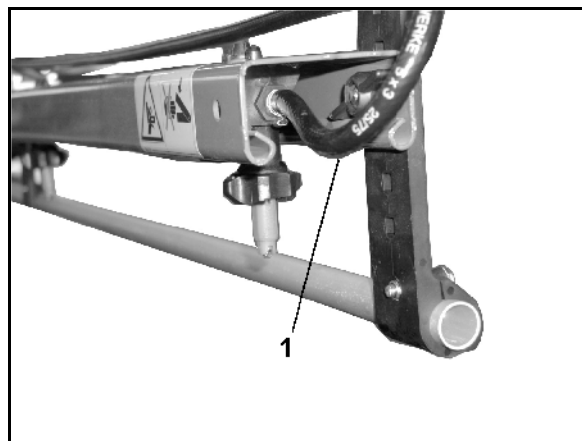

Рис. 105
- во включенном состоянии обеспечивает постоянную циркуляцию жидкости в распределительном трубопроводе. Для этого за каждой секцией закреплен специальный шланг для подсоединения к промывочному контуру (Рис. 105/1).
- по одному шлангу для подсоединения к промывочному контуру (Рис. 105/1) на секцию;